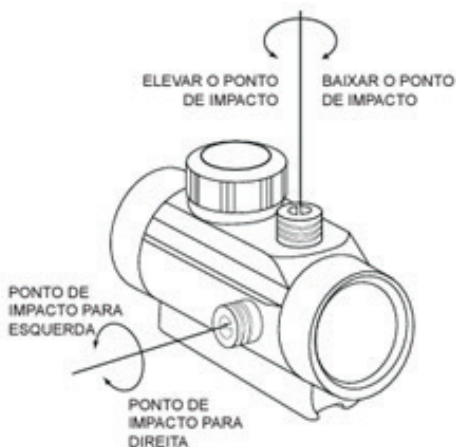

Fig. 02
- Correção lateral: Gire o botão de ajuste lateral no sentido horário para mover o ponto de impacto para a direita, e no sentido anti-horário para movê-lo para a esquerda (Fig. 02)